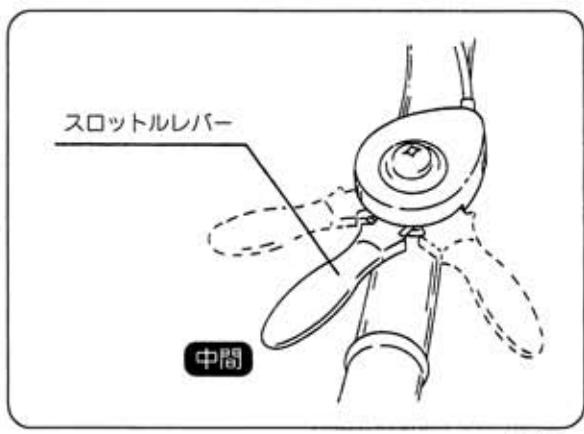

図7
- ④スロットルレバーを中間位まで引張ってください。(図7)